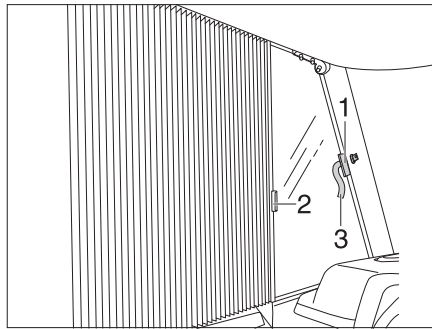

Fig. 12 Aseguramiento del estor plegable ventana del conductor/acompañante
- Empujar los estores plegables de la ventana del conductor y la ventana del acompañante con los tiradores (Fig. 12,2) debajo de las cubiertas y asegurarlos con cintas de cierre de velcro (Fig. 12,1 y Fig. 12,3). El estor plegable está asegurado.